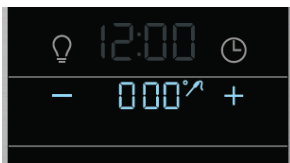

Figure 25 : Sonde insérée et prête pour le réglage de la température
3. Lorsque la sonde est insérée, un signal sonore retentit et l'icône de la sonde apparaît (Voir Figure 25). Fermez la porte du four.